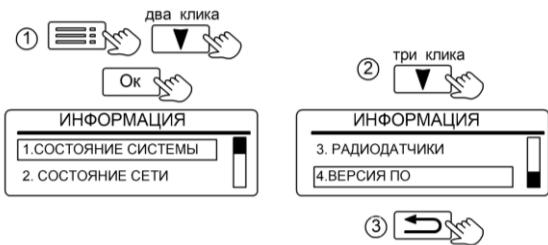

Рисунок 27. Вид вкладки «ИНФОРМАЦИЯ»
11.3 Вкладка «ИНФОРМАЦИЯ» (рис. 27) содержит четыре подменю: